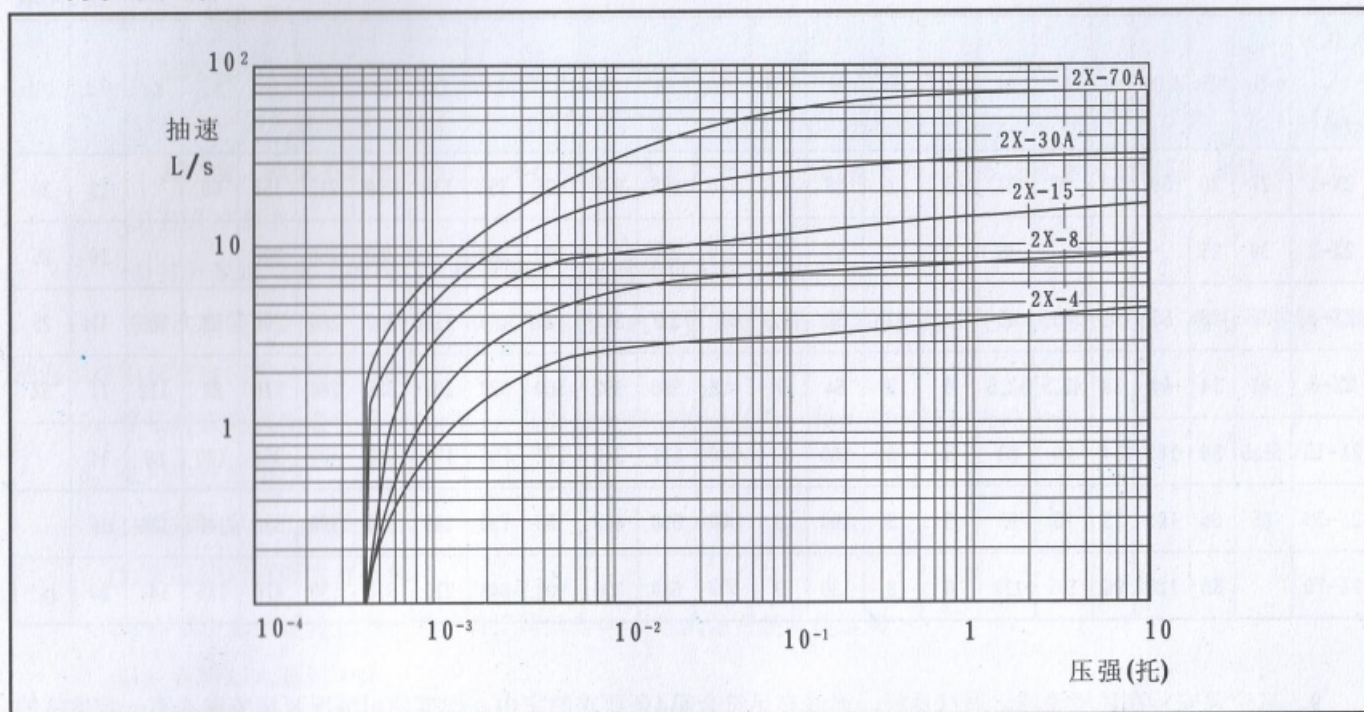

图 4
速有一定下降,抽速与压力关系见图4。
被抽容器的气体量应与泵的抽速相适应，泵的抽速关系见图4。在泵与被抽容器之间建议装上一个真空阀，以便控制气体流量。对于2X-2以下的泵并建议装上一个放气阀(或电磁阀)以便停车时对泵放气。2X-4以上的泵可以不装放气阀也能防止返油以及容易起动。
22、装配前应清洗干净并烘干, 按图4进行装配, 先装高真空端, 将弹簧转片托起装入高转子内, 然后放进高真空室, 装上前端板, 再装定位销钉, 均匀拧紧螺钉, 装配后应保证转动灵活轻松, 均匀一致。然后再装低真空转子及后端盖, 低转片的槽应向后端板一边。再装排气门, 排气阀片应贴紧阀板坐, 再装其它零件。